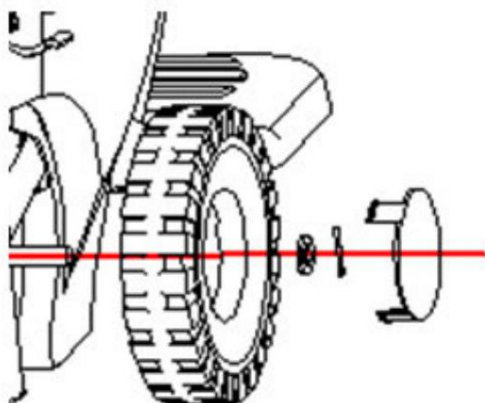

Fig. 4-3: Montering af hjulene
3. Monter hjulene på akslerne, isæt skiver og splitter, bøj splitterernes ender om, og monter hjulkapslerne. Gentag processen for det andet hjul (fig. 4-3).